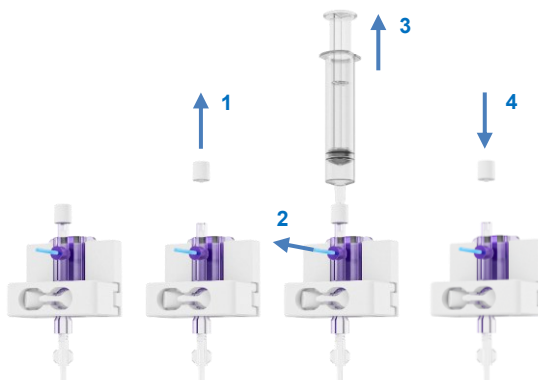

Figura 22 Desaireación del sensor de presión
- Coloque la tapa blanca sobre el oxigenador, (Figura 22).
- Retire la tapa de la parte superior del sensor de presión y coloque una jeringa estéril en el puerto (véase la Figura 22; paso 1).
- Para llenar la línea de presión y eliminar cualquier aire posible, tire de la lengüeta azul a presión (véase la Figura 22; paso 2) mientras aspira con la jeringa (paso 3). Deténgase una vez eliminado el aire.
- Vuelva a colocar la tapa en el sensor de presión (véase la Figura 22; paso 4).